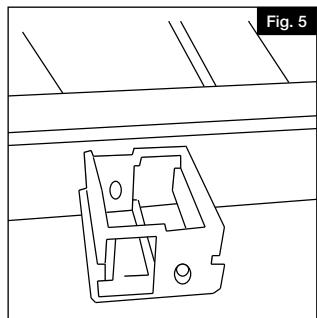

Fig. 5
- a. Si se instala un kit de 10' (3,05 m), localice y marque el punto central en la parte inferior (lado no ranurado) del travesaño inferior. Fije el pie de soporte en el travesaño inferior como se muestra a continuación (Fig. 5) con el tornillo de fijación suministrado.